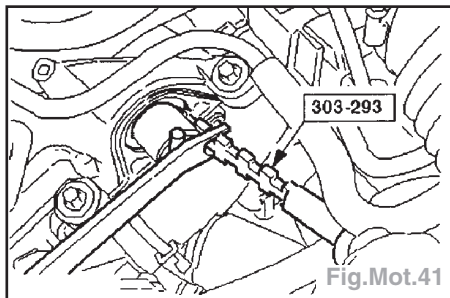

Fig.Mot.41
- Déposer l'arrêt d'huile d'arbre à cames à l'aide de l'outil spécial (Fig.Mot.41).